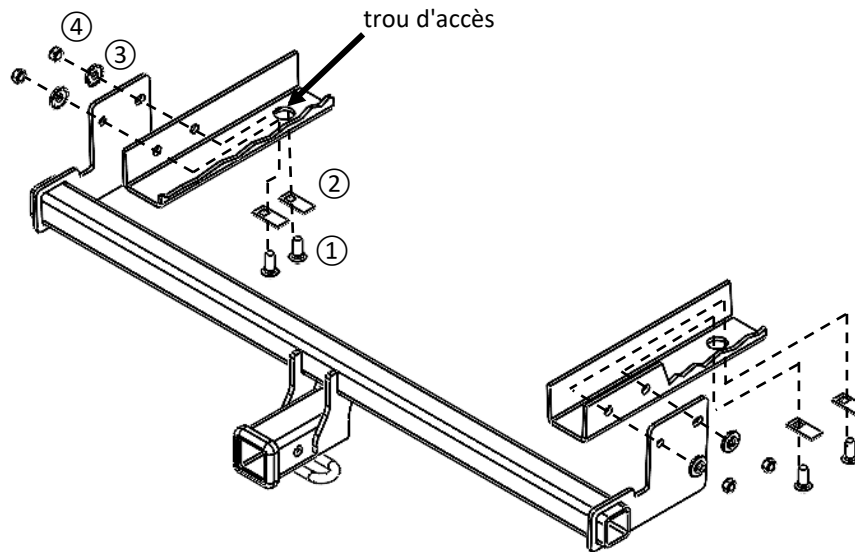
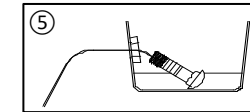

Figure 1
Figure 2
- 2. Enlever le panneau antipoussière (droit)** – À l'aide d'un tournevis à lame plate, retirer deux (2) rivets en plastique et à l'aide d'une douille 10 mm, retirer un (1) écrou. Remettre au propriétaire du véhicule.
- 3. Installer l'attelage - (a)** Installer les boulons de carrosserie. Retirer les bouchons en caoutchouc des trous d'accès du cadre situés sur le dessous du cadre à l'avant des trous de montage. Acheminer les boulons 7/16 po ① et les espaceurs ② à travers les trous d'accès à l'aide des fils de tirage ⑤ à travers les trous de montage situés sur la face extérieure du cadre des deux côtés, voir la **Figure 2**, et laisser le fil de tirage attaché. **(b)** Soulever l'attelage en position. Glisser les fils et les boulons à travers les trous de montage de l'attelage puis retirer le fil de tirage, poser lâchement la rondelle conique ③ et les écrous 7/16 po ④, voir la **Figure 1**.
3. Installer l'attelage - (a) Installer les boulons de carrosserie. Retirer les bouchons en caoutchouc des trous d'accès du cadre situés sur le dessous du cadre à l'avant des trous de montage. Acheminer les boulons 7/16 po ① et les espaceurs ② à travers les trous d'accès à l'aide des fils de tirage ⑤ à travers les trous de montage situés sur la face extérieure du cadre des deux côtés, voir la **Figure 2**, et laisser le fil de tirage attaché.